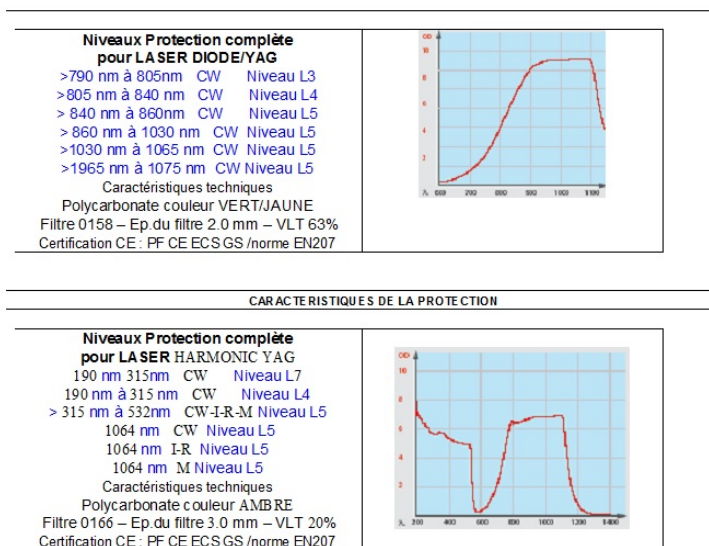

Figure 3: Caractéristiques de deux lunettes de protection.
- Parmi les deux lunettes proposées dans la figure 3, quelle paire choisiriez-vous pour vous protéger lors des manipulations sur le laser YAG doublé en kit ? Justifier impérativement la réponse.